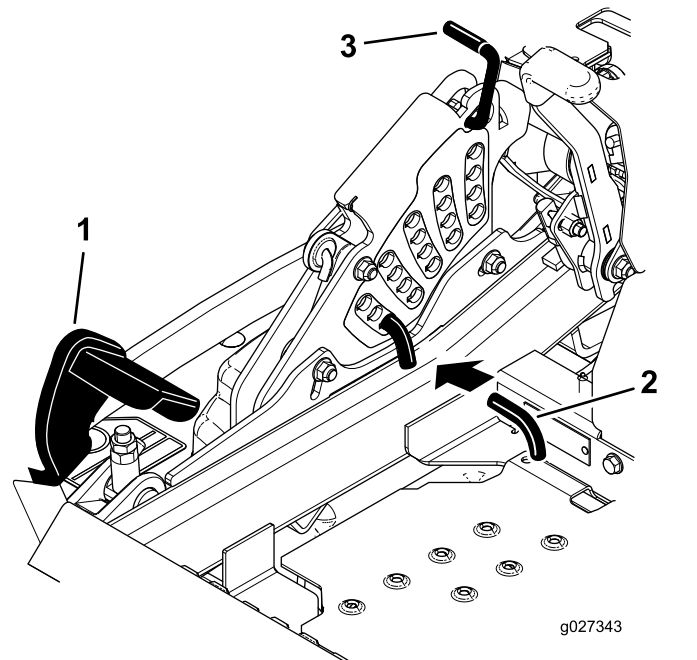

Figura 95
5. Empuje el pedal de elevación de la carcasa hacia delante del todo; la carcasa se enganchará en la posición de transporte de 14 cm (5½") (Figura 95).